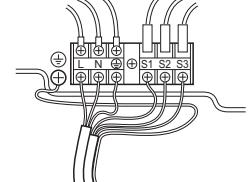

Fig. 6-2
6.1. Utomhusenhet (Fig. 6-1, Fig. 6-2)
- ① Ta bort servicepanelen.
- ② Härvä till fig. 6-1 och fig. 6-2 när kablarna dras.